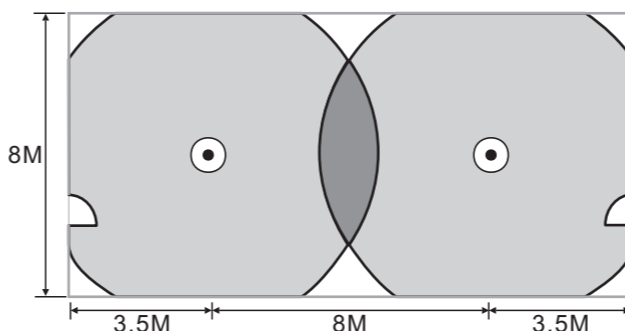

FIG.6
3.3.2 Área de detección a una altura de 4M (Ver FIG.6)